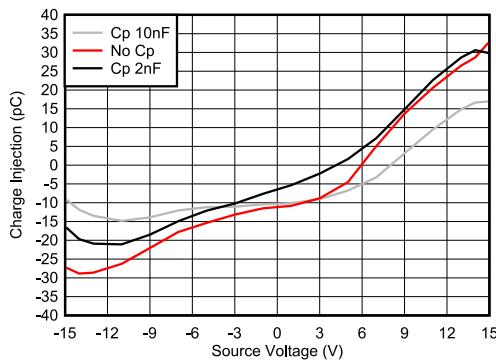

図 7-2. 電荷注入補償
TMUX720x には、ドレイン (D_x) への電荷注入を低減するための専用アーキテクチャが搭載されています。敏感なアプリケーションでの電荷注入をさらに低減するために、ソース (S) に補償コンデンサ (C_p) を追加できます。設計上、スイッチ遷移からの余分な電荷は、ドレイン (D) ではなくソース (S) の補償コンデンサに送られます。一般的に、 C_p はドレイン (D) の等価負荷容量よりも 20 倍大きい必要があります。図 7-2 に、ソース側のさまざまな補償コンデンサによる電荷注入の変動を示します。このプロットは、TMUX72xx ファミリーの一部として、100pF の負荷容量を持つ TMUX7219 でキャプチャしたもののです。